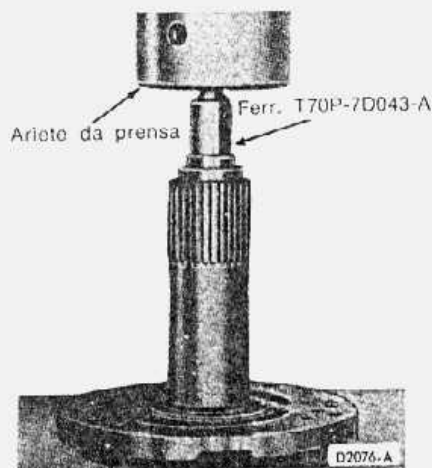

fig. 70 — instalação da bucha do suporte do estator
3. Pressar as buchas novas no suporte do estator, conforme ilustrado na fig. 70. Usar a extremidade com o encaixe de 1/8" para a bucha dianteira e a extremidade com encaixe de 1/4" para a bucha traseira.